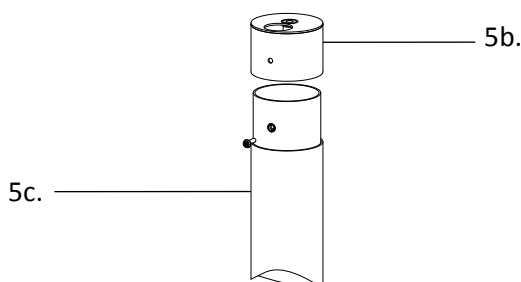

Figura 15: Encaixe da tampa do pedestal.
Passo 4: Após a base ser fixada, a tampa superior (5b) deve ser encaixada no tubo de extensão (5c), conforme Figura 15.